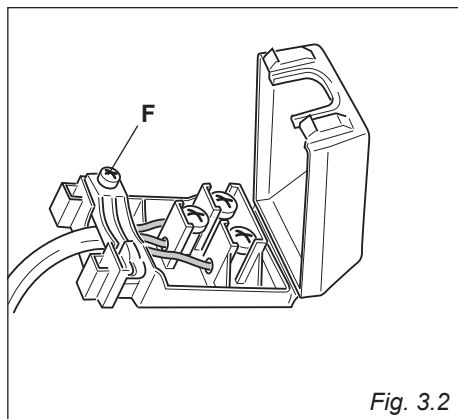

Fig. 3.2
- Aprire il fissacavo svitando la vite "F" (fig. 3.2), svitare le viti dei morsetti e togliere il cavo.